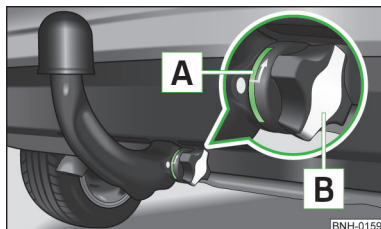

Fig. 105
**Barra de cabeza esférica fijada correctamente » fig. 105**